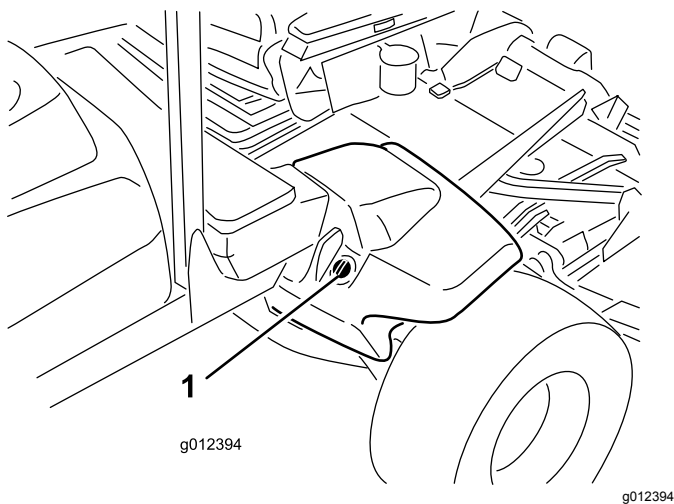

Figure 15
2. Nettoyez la surface autour du goulot et du bouchon de remplissage du réservoir hydraulique (Figure 15). Enlevez le bouchon du goulot de remplissage